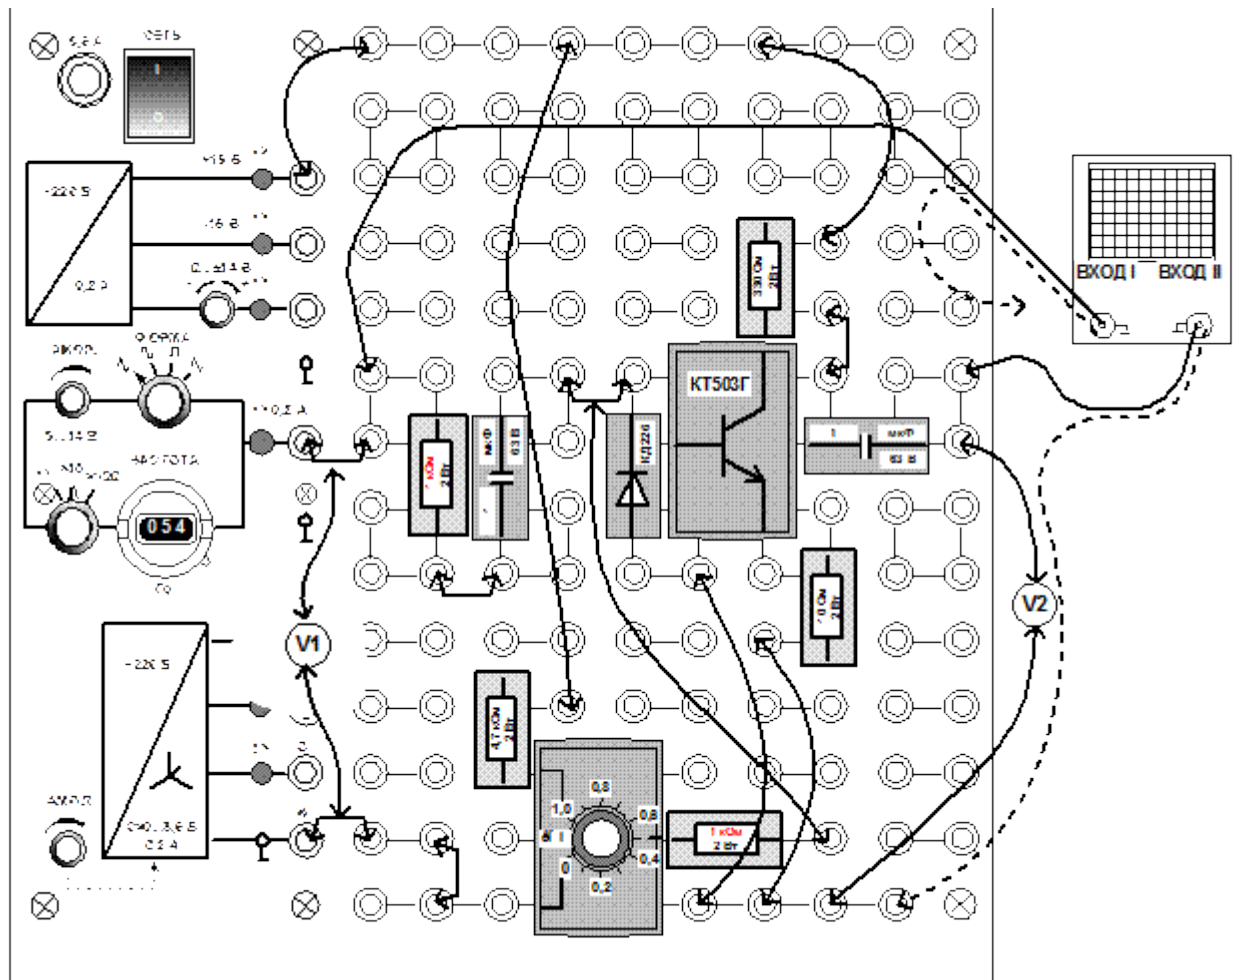

Рис. 3.1.2
- Соберите на наборном поле цепь усилительного каскада с ОЭ (рис. 3.1.2). В ней напряжение смещения регулируется потенциометром 1 кОм. Последовательно с источником переменного сигнала и на выходе включены конденсаторы 1 мкФ для развязки цепей постоянного и переменного тока. На входе имеется также токоограничивающее сопротивление 1 кОм. Диод включён для защиты эмиттерного перехода от обратного напряжения, а сопротивление 10 Ом для стабилизации характеристик транзистора. Измерение входного и выходного напряжений осуществляется осциллографом и двумя мультиметрами.